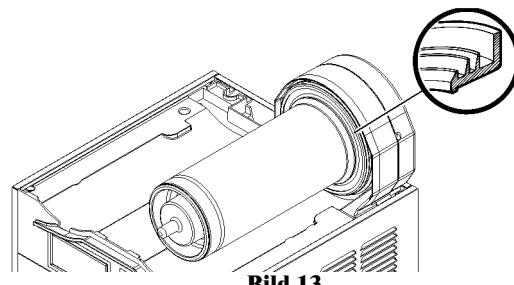

Bild 13
- 4 Die Behälterdichtung wieder in ihren Sitz einfügen. ANMERKUNG: Der Rand mit dem größeren Durchmesser muß an der Rückwand anliegen (Bild 13).